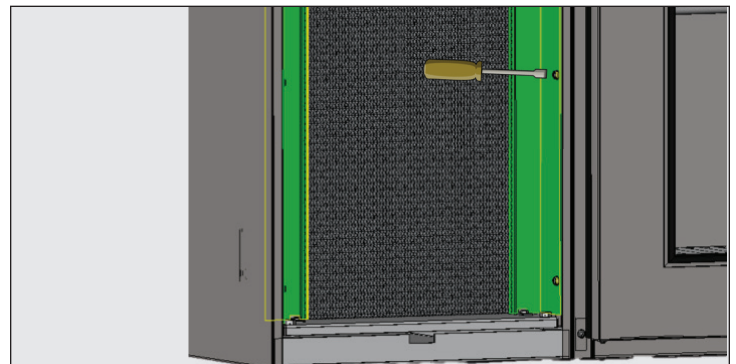

Abb. 6. Halterungen der Verflüssigerröhren entfernen
7. Halterungen der Verflüssigerrohre entfernen. Siehe Abb. 6.